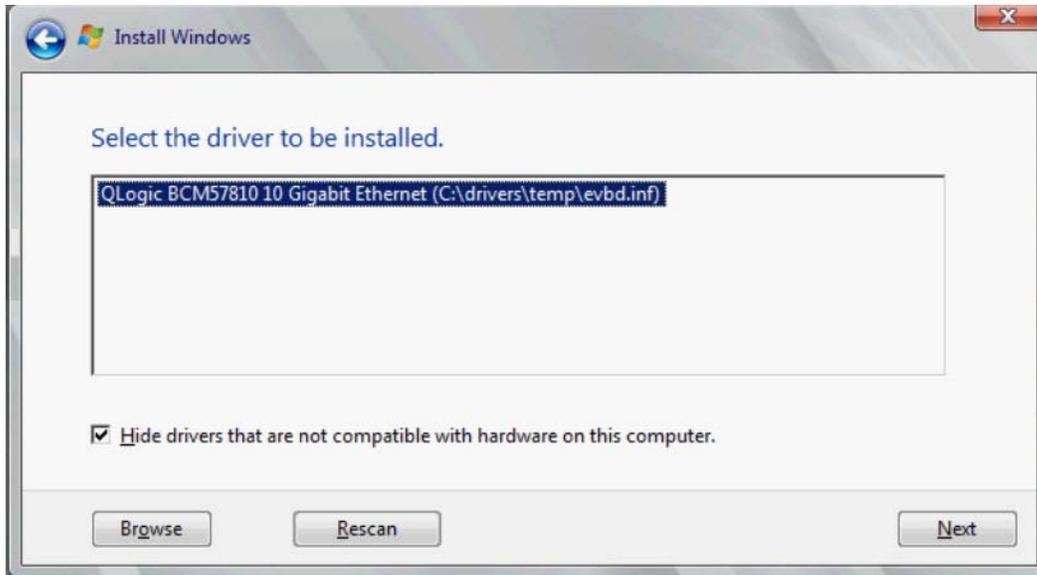

Ilustración 14-11. Instalación del controlador EVBD
1. Cargue el controlador EVBD (Ilustración 14-11).